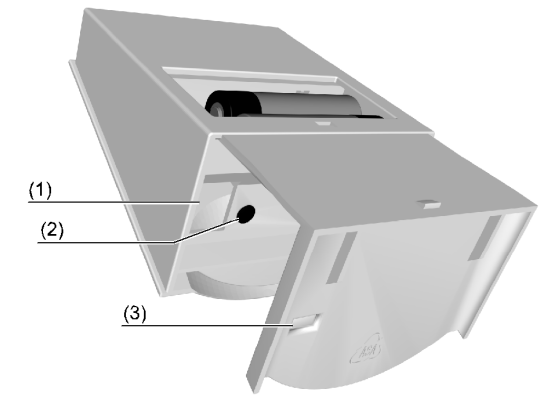

Bild 4: Unterseite des HB 05
1. Durchbrechen Sie den Kabelausbruch (siehe Bild 4) für den externen Temperatursensor am Batteriedeckel mit einem geeigneten Werkzeug (z. B. Schraubendreher).
2. Stecken Sie den Stecker des Verbindungskabels in die Anschlussbuchse des HB 05 (siehe Bild 4).
- Drücken Sie kurz die Teach-Taste am Sonnen Modul (siehe Bild 4).